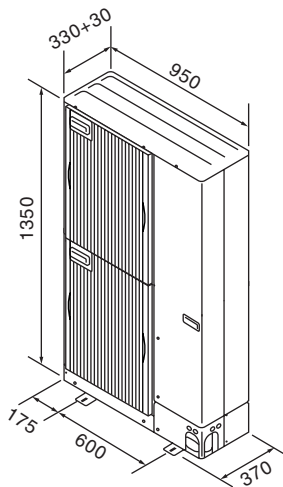

Fig. 3-1
3.3. Dimensões globais (Unidade exterior) (Fig. 3-1)